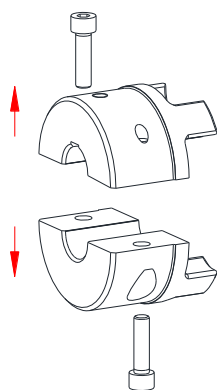

Bild 7
- Lösen und entfernen Sie die Zylinderschrauben (Bauteil 4) aus den SPLIT-Naben (Bauteil 1) (siehe Bild 7). Sollten sich die Halbschalen nicht voneinander lösen, ist mit geeignetem Werkzeug (Montagehammer), der Lösevorgang einzuleiten.